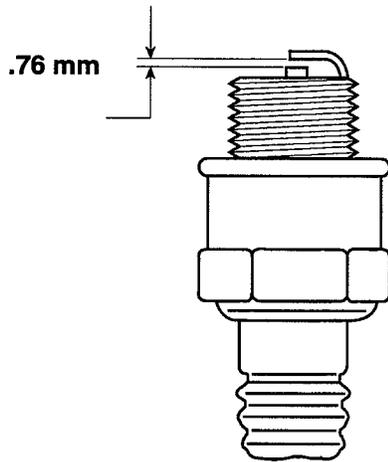

Abbildung 15
- Den Elektrodenabstand auf 0,76 mm einstellen (Abb. 15). Zündkerze mit korrektem Elektrodenabstand und Dichtung anbringen. Die Zündkerze fest auf 20 N·m anziehen.